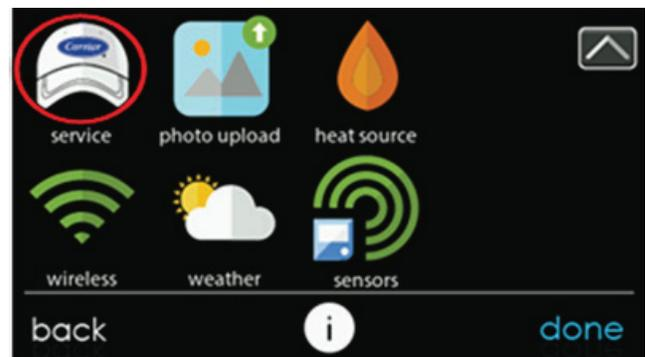
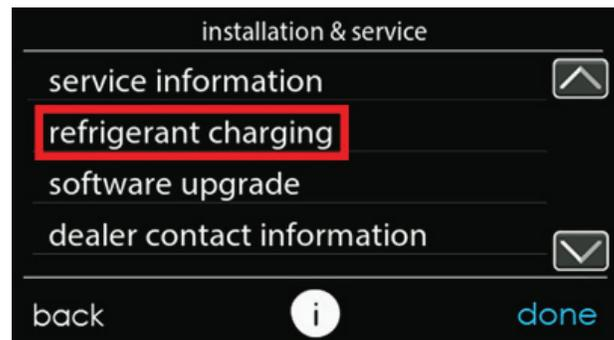

Fig. 11 – Icône d'entretien
Fig. 12 – Sélectionner la charge de frigorigène
4. Accédez à la zone de service en appuyant sur le bouton MENU à partir de l'écran principal (voir la Fig. 11). Défilez jusqu'à l'icône d'entretien et maintenez-la jusqu'à ce qu'elle devienne verte. Une fois dans le menu d'installation et d'entretien, sélectionnez la charge de frigorigène (voir la Fig. 12).
2. Dans le menu « installation and service » (installation et entretien) de l'interface utilisateur (voir la Fig. 11), allez à « refrigerant charging » (charge de frigorigène) puis à « pump down » (évacuation de frigorigène) (voir les figures 11 et 12).
2. Dans le menu « installation and service » (installation et entretien) de l'interface utilisateur (voir la Fig. 11), allez à « refrigerant charging » (charge de frigorigène) puis à « évacuation » (évacuation) (voir la Fig. 12 et la Fig. 13).